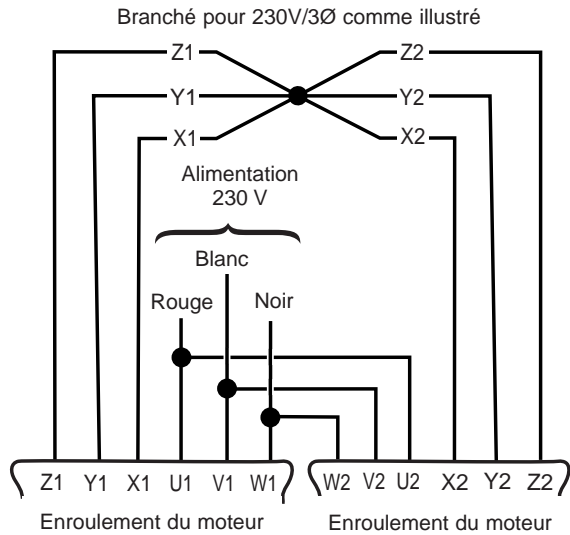

Figure 2 : Connexions de câblage triphasé de 230 Volts
6. Brancher la pompe sur un circuit séparé sur lequel aucun autre appareil ne sera branché. Se reporter au tableau 1, page 4, pour connaître le calibre des fusibles et des disjoncteurs. Se reporter aux Figures 2 et 3 pour les schémas de connexion triphasés de 230/460 volts. Utiliser un panneau de commande dont la taille est adaptée à la pompe. Se reporter aux instructions de montage du panneau de commande pour obtenir des informations sur les connexions de câblage.